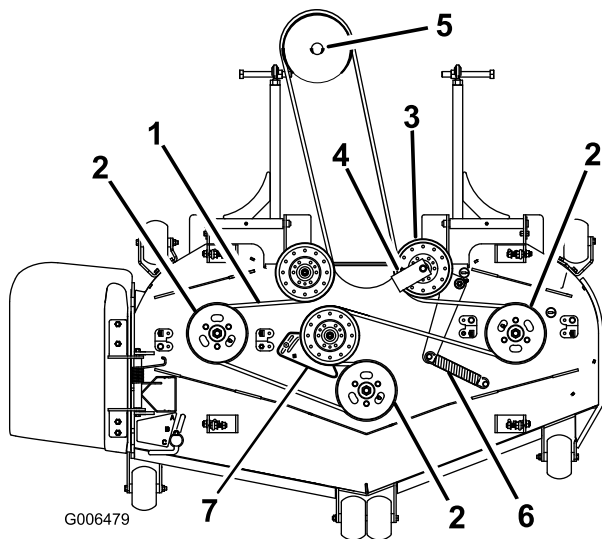

Figure 57
6. Enlevez le guide de courroie sur la poulie de tension rappelée par ressort comme illustré à la Figure 57 et Figure 59.
8. Acheminez la courroie neuve autour des poulies du plateau de coupe et de la poulie du boîtier d'engrenages, sous le moteur (Figure 57).